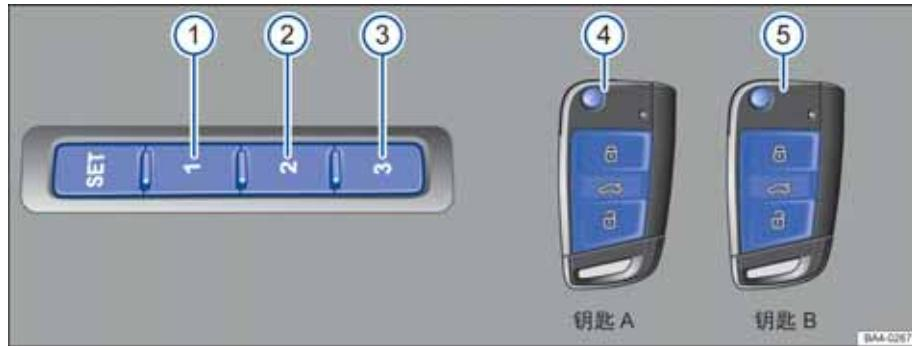

图 64 记忆位置图示
记忆座椅一共可以存储五个位置，座椅的记忆按钮可存储三个不同位置①、②和③，两把遥控钥匙可分别绑定位置④和⑤。⇒ 图 64。 ◀
- 按压按键**SET**⇒ 图 64。
- 在 10 秒钟内按压需要设置的记忆按钮①、②或③。一个声音信号确认存储于该记忆按钮的位置设置成功。